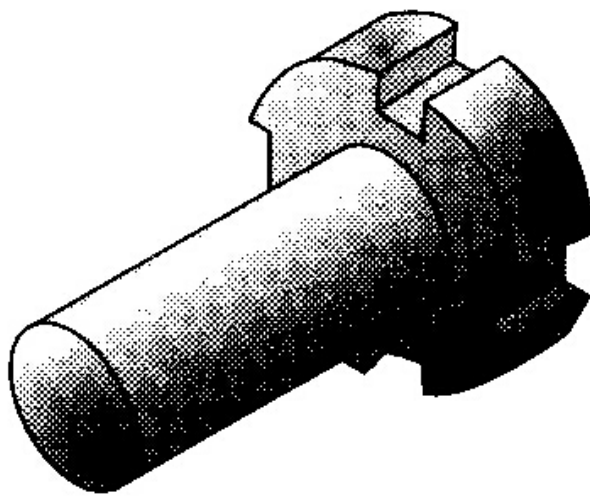

Рис. 2.6
**Вариант 4:** Размеры предмета (рис. 2.6): общая длина детали – 6 см; длина цилиндрической части – 48 мм, ее диаметр – 15 мм; радиус внешней окружности – 28 мм; линейные размеры четырех углублений – 5×5 мм. Деталь рассекается вертикальной плоскостью, проходящей через цилиндрическую часть детали.